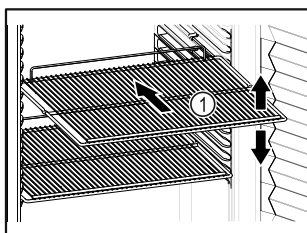

Fig. 55 Immagine a titolo di esempio
- ❑ Se i ripiani Fig. 55 (1) sono spostati, adattare i ripiani in base all'altezza.